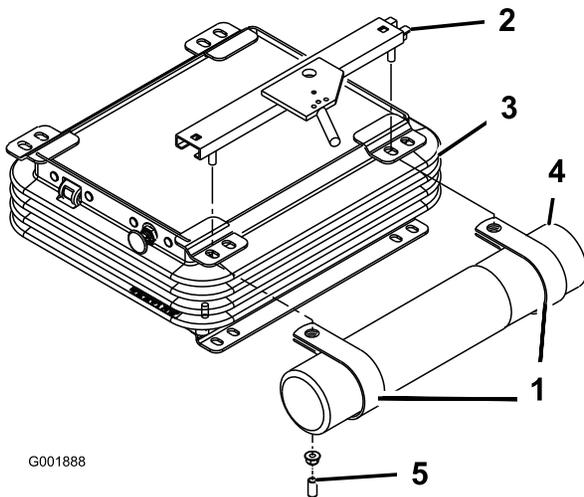

Figura 7
2. Togliete i due dadi e i cappucci di vinile (se montati in precedenza) che fissano la staffa superiore del sedile al lato sinistro della sospensione del sedile (Figura 7).
3. Montate i serratubi a R nei prigionieri delle staffe del sedile usando i due dadi tolti in precedenza. (Figura 7). Posizionate i serratubi a R sotto le linguette di sospensione del sedile.
4. Montate il tubo del manuale nei serratubi a R e serrate i dadi (Figura 7).